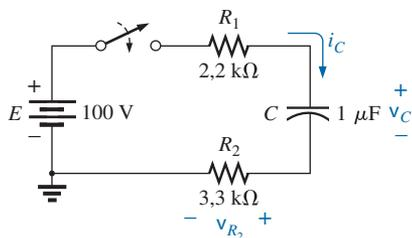

Figura 10.95 Problema 21
21. Considerando o circuito da Figura 10.95, composto de valores-padrão: